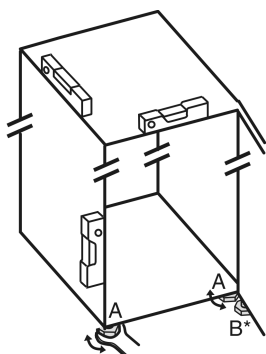

Fig. 25
- Dévisser les pieds réglables Fig. 25 (A) avec la clé plate fournie et utiliser un niveau à bulle pour vérifier que l'appareil est bien plan.
- Dévisser le pied réglable Fig. 25 (B) du support de palier avec la clé plate fournie jusqu'à ce qu'il touche le sol.
- Tourner le pied réglable Fig. 25 (B) de 90° supplémentaires.